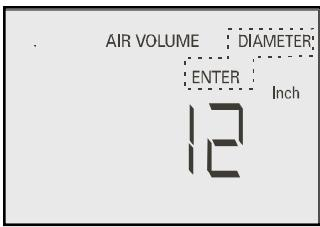

Figura 7
**5.4.5 PARA MEDIR SALIDAS DE AIRE REDONDAS** – después del paso 5.4.1, oprima el botón “Enter” por más de dos segundos hasta que aparezca la palabra “Diameter” (diametro) en la pantalla. (figura 7); luego prosiga con los pasos 5.4.4 al 5.4.7.